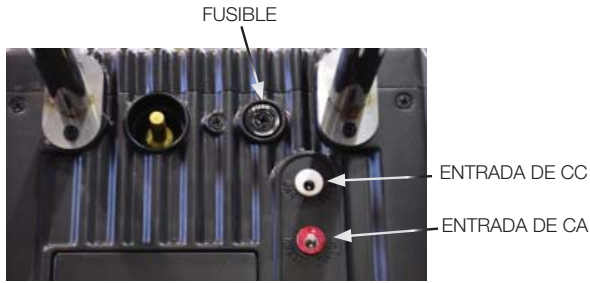

FIG. 11
1. El artefacto viene con una batería de 15 V - 5 A/h y se puede recargar con los adaptador de CA o de CC incluidos. (FIG.11)
2. AC: Connect the 120V AC adapter to the appliance then connect the 3 pin AC plug to a suitable outlet (FIG. 11)
3. CC: Conecte el adaptador de 12 V CC al artefacto y luego conéctelo a una salida adecuada para encendedor de cigarrillos. (FIG.11)